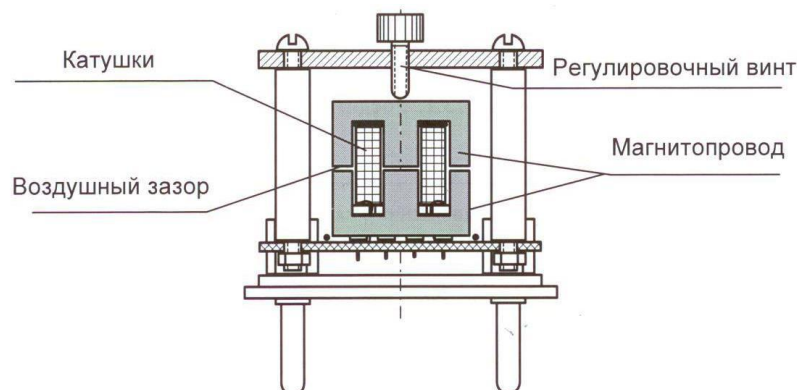

Рис. 7.5. Устройство магнитной цепи
5.9. Выполните расчёт магнитной цепи, которая схематично показана на рис. 7.5. Магнитопровод выполнен из двух Ш-образных ферритовых сердечников марки М2000НМ. На среднем стержне магнитопровода расположены две одинаковые обмотки (намагничивающая и измерительная) по 200 витков каждая.